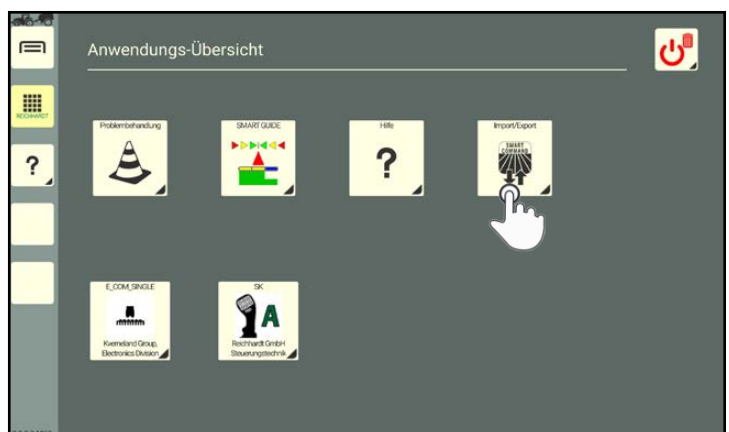

Abb. 165: Import/Export-Anwendung öffnen
6. Öffnen Sie die SMART COMMAND-Anwendung „Import/Export“ (siehe Abb. 165).